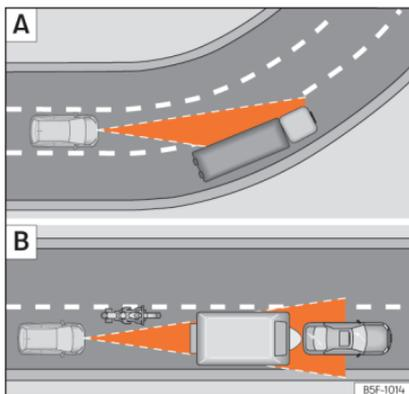

Fig. 187 [A] Veículo numa curva. [B] Motociclo que circula à frente, fora do raio de alcance do sensor de radar.
O ACC poderia não detetar em curva o veículo precedente ou poderia regular a distância com veículos que se encontram noutras faixas » **Fig. 187 [A].**
- Veículos que circulem desalinhados ou fora da zona de deteção do sensor, por exemplo, motocicletas » **Fig. 187 [B].**